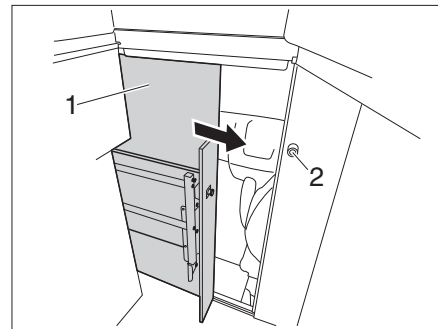

Fig. 61 Serratura cabina di guida
- Viaggiare solo con porta (Fig. 61,1) bloccata.
- Chiudere la porta (Fig. 61,1) facendola innestare nella serratura.
- Ruotare la maniglia (Fig. 61,2) in senso antiorario fino a bloccare la porta.
- Ruotare la maniglia (Fig. 61,2) in senso orario fino a sbloccare la porta.
- Aprire la porta (Fig. 61,1) e bloccarla.